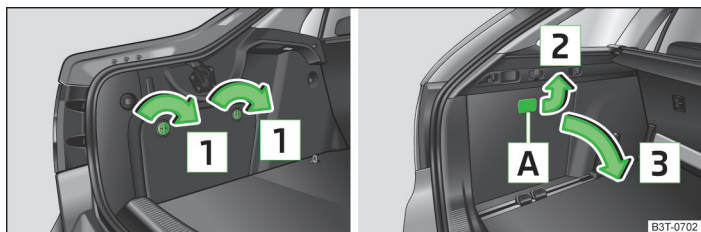

Fig. 93 Deschideți compartimentul cu baterie: Superb / Superb Combi
► Desfaceți bolțurile, de exemplu cu o monedă sau o șurubelniță dreaptă, în sensul săgeții » fig. 93.
► Introduceți, de exemplu o monedă în fanta și ridicați în sensul săgeții » fig. 93.